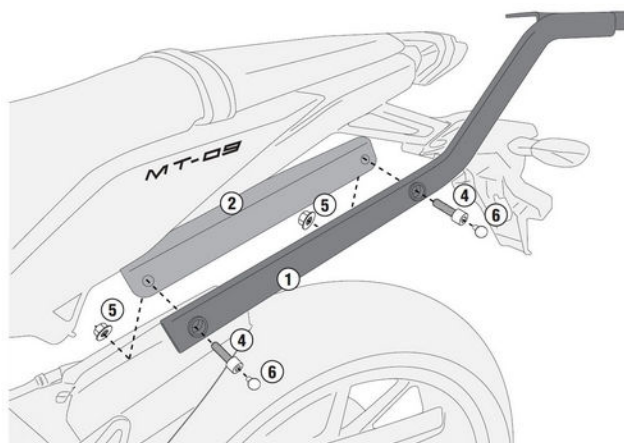

図 6
2. ④六角穴付きボルト（左右各 2 ヶ）と⑤フランジ付きナイロンロックナット（左右各 2 ヶ）を使用して、手順 1 で組み付けた②サポート（左右）に①FZ フィッティング（左右）を仮組みします。（図 6 参照）
6. 問題なければ、①FZ フィッティング（左右）を固定している④六角穴付きボルト（4 ヶ）の頭に⑥化粧キャップ（4 ヶ）を、GIVI ベースプレート（指定同時装着品：別売り）にベース付属の化粧キャップ（6 ヶ）を各々組み付け、作業は完了です。（図 6～7 参照）